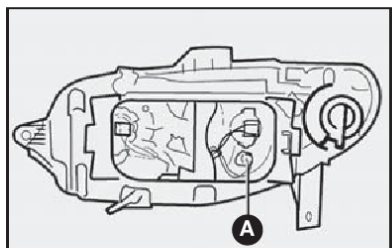

fig. 19
2) retirar o porta-lâmpada **A**-fig. 19.